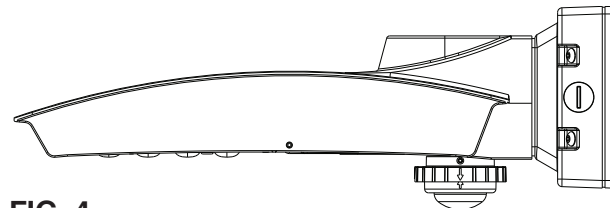

FIG. 4
4. Tournez l'anneau extérieur jusqu'à ce que les flèches s'alignent (voir la FIG. 4).